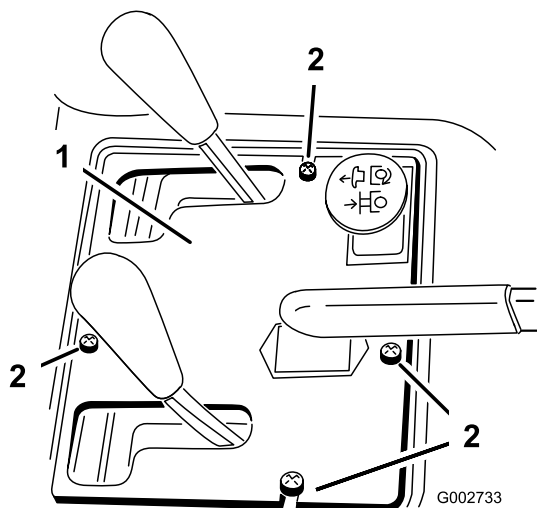

Рисунок 38
2. Снимите 4 винта, которые крепят панель управления к раме (**Рисунок 38**).